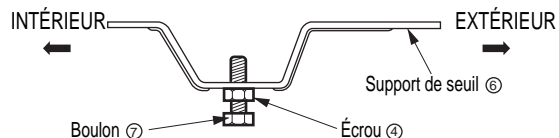

Fig. 3
3. Assemblez le support de seuil ⑥ à l'aide des pièces illustrées dans la fig. 3 mais ne les serrez pas. (Fig. 3)